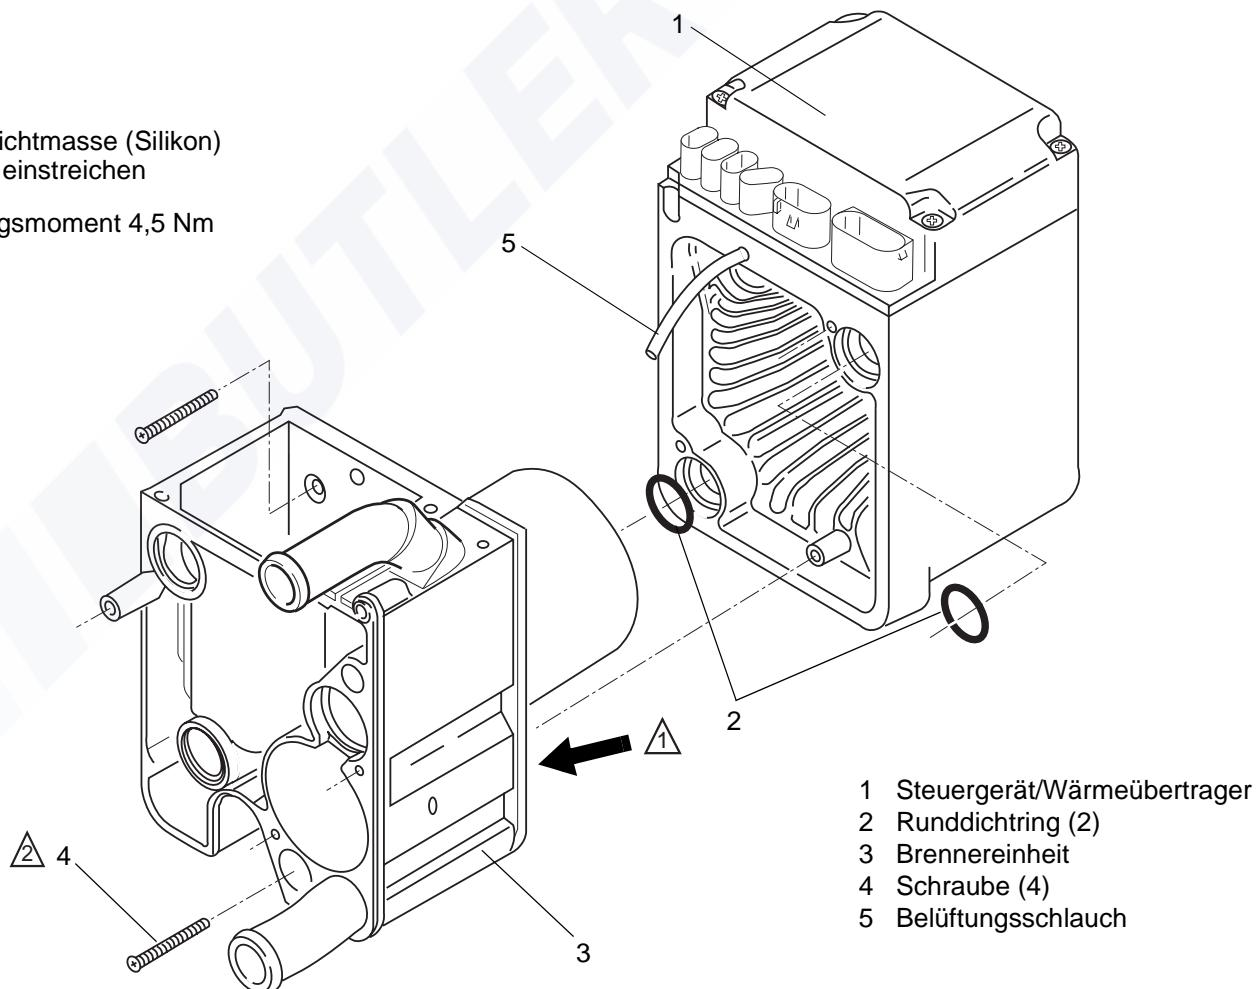

Abb. 903 Wechsel des Steuergerätes/Wärmeübertragers
4. Schrauben (4, Abb. 903) entfernen.
5. Brennereinheit (3) vom Steuergerät/Wärmeübertrager (1) trennen.
6. Steuergerät/Wärmeübertrager (1), Schrauben (4) und Runddichtringe (2) aussondern.
1. Alte Dichtmasse von der Dichtfläche der Brenner-einheit (3, Abb.903) entfernen.
2. Runddichtringe (2) in die Öffnungen des Wärme-übertragers einlegen.